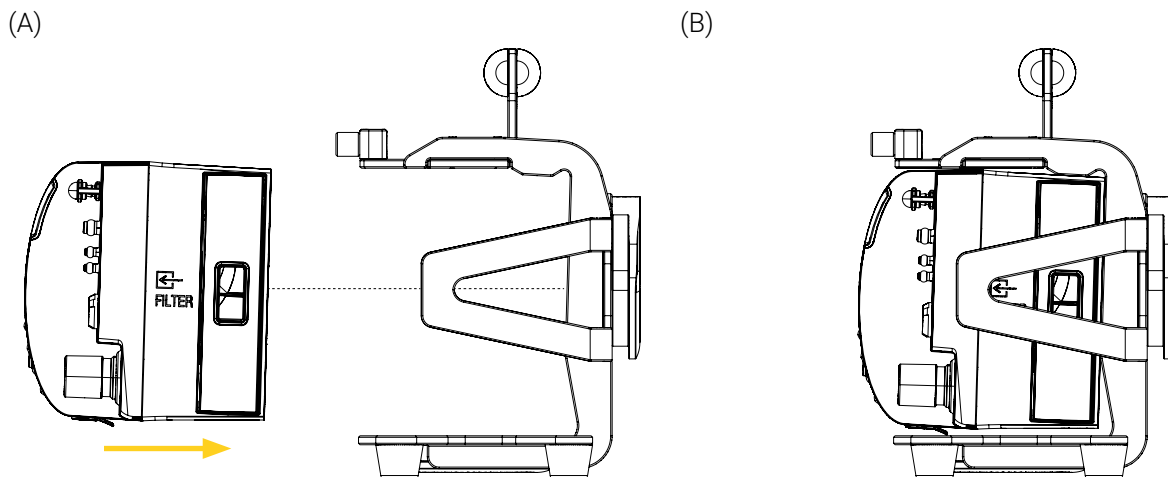

Figure 8: Installation de l'appareil médical dans le BP380 – GR
3. Insérer l'appareil médical dans le support de fixation horizontalement et le pousser sur la plaque de base jusqu'à ce qu'il s'appuie sur la plaque arrière (Figure 8).